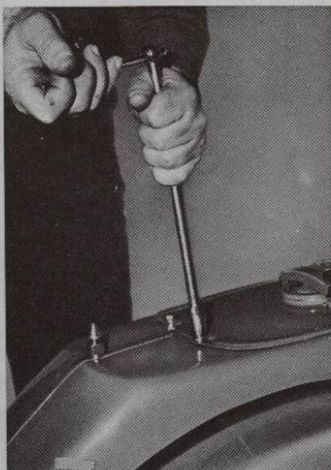

Fig. 39
**Fig. 39. Desmontaje depósito mezcla del vehículo:** Actuar sobre los dos tornillos y levantar el depósito, después de haber desmontado la junta situada entre la palanca grifo mezcla y el chasis.